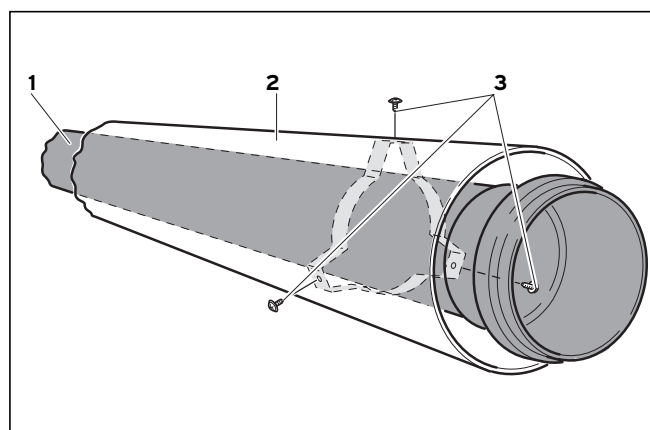

Рис. 5.36 Извлечение трубы отходящих газов
Удлинитель поставляются в не смонтированном состоянии, чтобы избежать демонтажа для отдельного укорачивания трубы воздуховода и трубы отходящих газов. После укорачивания прикрепите друг к другу трубы воздуховода и отходящих газов (см. рис. 5.36), вставив прилагающиеся винты (3) через просверленные в трубе воздуховода отверстия (2) в распорку на трубе отходящих газов (1).